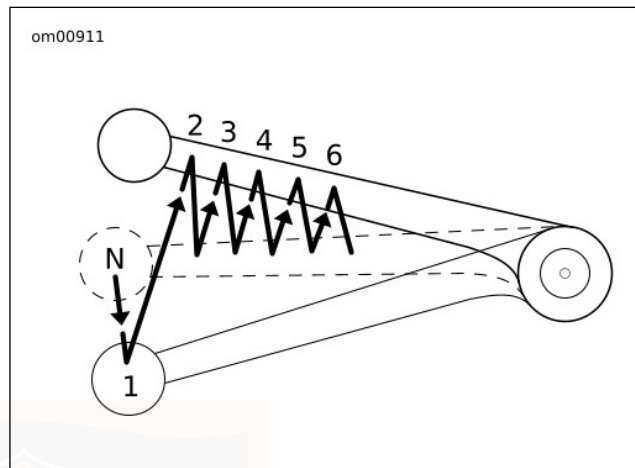

Figura 24. Sequenza di cambio marcia: Passaggio a una marcia superiore
3. Vedere Figura 24. Sollevare il pedale del selettore delle marce fino al finecorsa e rilasciarlo.